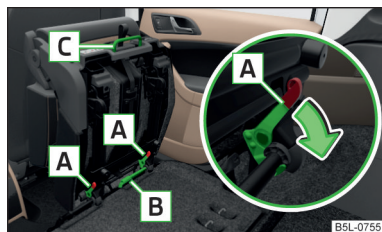

Fig. 69
- Desbloquee el asiento abatido hacia delante presionando los bloqueos del asiento **[A]** en sentido de la flecha » fig. 69.
- Abata el asiento exterior hacia delante » página 86 y desbloquéelo » fig. 69 de la página 87.